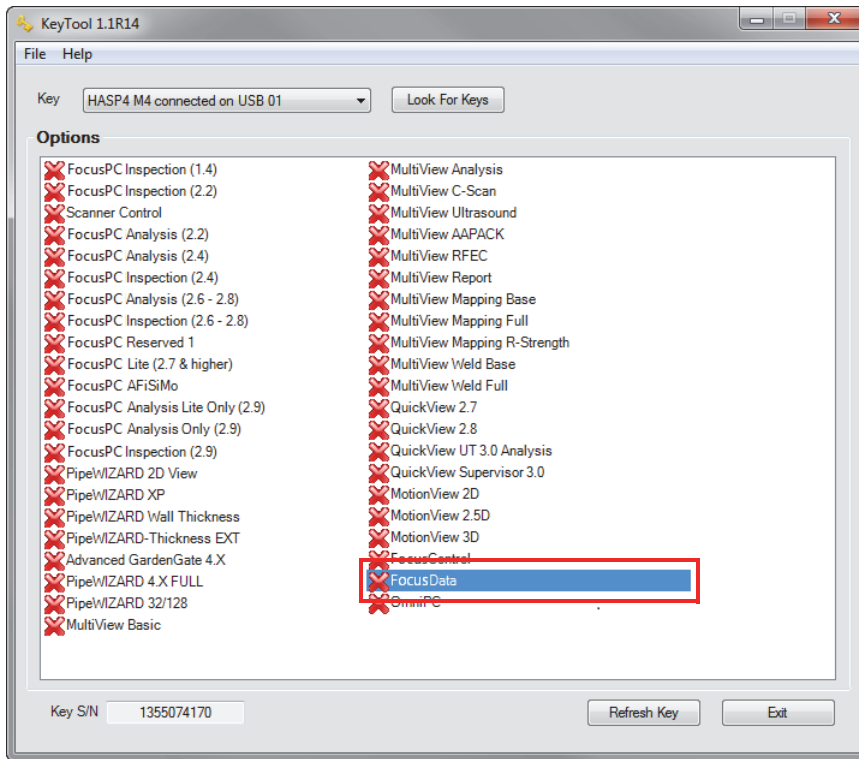

Рис. 5-4 Окно KeyTool с лицензией FocusData
2. Убедитесь, что аппаратный ключ HASP, содержащий лицензию FocusData, правильно подключен к компьютеру и распознан системой: На панели задач Windows щелкните **Start** (Пуск), затем выберите **All Programs** (Все программы), щелкните **Evident NDT** и нажмите **Keytool** [Номер версии] (см. Рис. 5-4 на стр. 42).